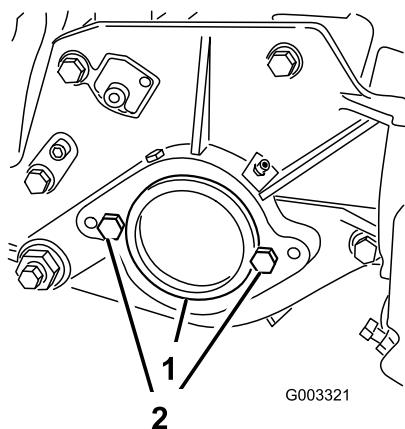

Figura 7
2. Na extremidade direita da unidade de corte, retire o tampão de plástico da caixa de rolamentos (Figura 7).
3. Retire os 2 parafusos da placa do lado direito (Figura 7).
1. Tampão de plástico 2. Parafuso (2)
5. Instale os 2 parafusos de montagem do motor do cilindro na placa do lado esquerdo da unidade de corte (Figura 7).